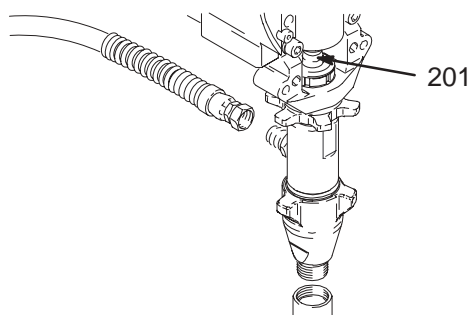

Fig. 17
1. Rinçage de la pompe. Décompresser. Fig. 17. Amener la tige de piston (201) de la pompe en fin de course inférieure.
2. Fig. 17. Dévisser le tube d'aspiration et le flexible de la pompe.